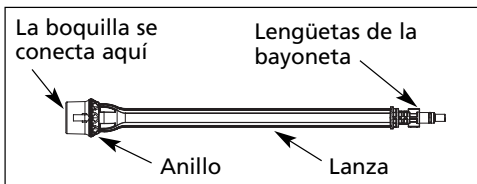

Figura 10
11. Para cambiar una boquilla de conexión rápida enganche el bloqueo del gatillo de la pistola en la posición de seguro. Tire del anillo deslizante de la lanza en dirección opuesta a la boquilla y quite la boquilla de la lanza (vea la figura 10).